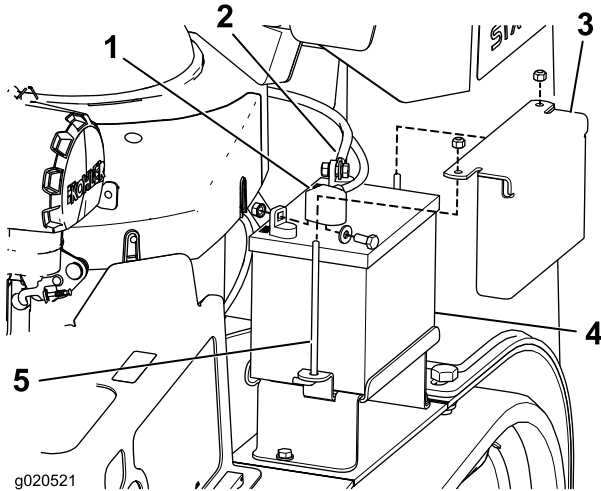

図 42
3. マイナスケーブルのゴムカバー黒を外す。バッテリーのマイナス-端子から、マイナスケーブルを外す 図 42。
1. 機体にバッテリーを取り付ける 図 42。
3. まず、プラスケーブル赤を、バッテリーのプラス+端子にはめ、ボルト、ワッシャ、ナットで固定する 図 42。ゴムカバーをかぶせる。
4. 次に、マイナスケーブルとアース線を、バッテリーのマイナス-端子にはめ、ボルト、ワッシャ、ナットで固定する 図 42。ゴムカバーをかぶせる。